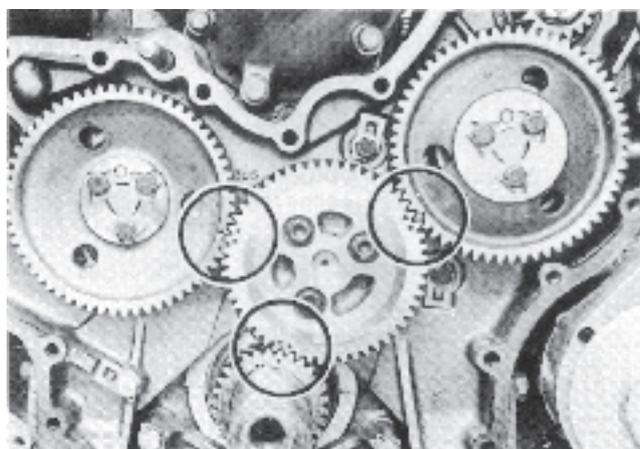
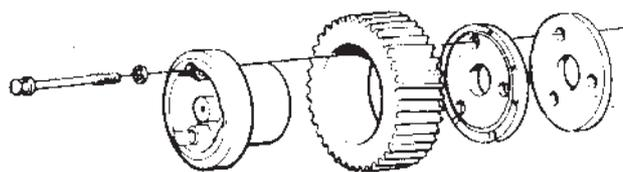

Fig. 75. Calage de base des pignons de distribution
Fig. 76. Pignon intermédiaire
Tous les pignons qui jouent un rôle important dans le calage de la distribution sont repérés au pointeau, soit sur une dent, soit dans un entre-dent (figure 75).
3. Régler le vilebrequin de façon à ce que le piston du premier cylindre vienne au P.M.H. Remonter le pignon intermédiaire suivant le repérage (figure 75). Placer le flasque et la rondelle de butée comme l'indique la figure 76. Couple de serrage : 60 Nm (6 m.kg). Vérifier que le jeu axial est de 0,05 à 0,15 mm.
4. S'assurer que la goupille de positionnement a été remise en place sur l'arbre de la pompe d'injection et remonter le pignon de commande de la pompe. Veiller à ce que le repérage coïncide avec la figure 75.